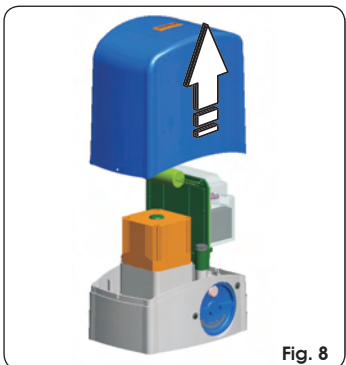

Fig. 8
- ① Extraire le carter de protection en le tirant vers le haut, Fig. 8.